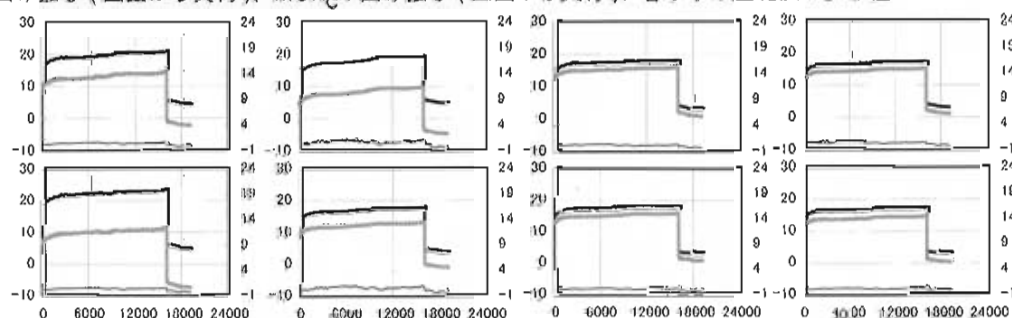

図1 全たわみ（初期たわみ＋クリープたわみ）、全たわみ-むくり、及び膨潤・収縮量の変動
- ①図1に全たわみ（むくり位置からのたわみ量）、“全たわみ-むくり”（基準線としての水平位置からのたわみ量）、及び膨潤・収縮量の変動を示します。同図を見ると、“全たわみ-むくり”は、集成材よりも製材の方がかなり小さくなっています。これは、主として製材における当初のむくり量（前回使用時の残留たわみ）が相対的に大きいためと考えられます（表1参照）。このことから、建築解体材などを梁として再利用する場合、材の設置方向に配慮することが効果的と言えるでしょう。また、この結果を応用することにより、乾燥時に一定の処置を施すことによって“むくり材”を簡易、且つ効果的に製造出来ることが考えられます。
- ②表1をみると、クリープ試験終了後に求めた曲げヤング係数(MOE)と曲げ強さ(MOR)は、何れも『むくり』の凸側から負荷したときと凹側から負荷したときで大きな差はありません。このことは、『むくり』材の機械的性質と荷重方向の間に顕著な関連性がないことを示しています。一方、スギのMOEはベイマツの同値の6~7割程度しかないにも関わらず、MORの値は殆ど同じ値か、むしろスギの方が高くなっています。この結果は、建設省告示第1452号とも概ね一致しており、ヤング係数の割に強度の高いスギの特性を良く表しています。